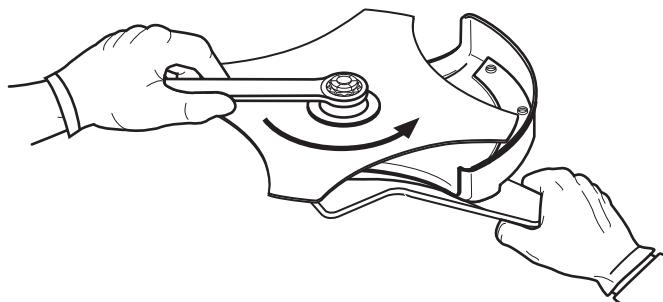

Fig. 16
- Ajuste la tuerca en sentido contrario a las agujas del reloj con una llave de tuercas (Fig. 16):